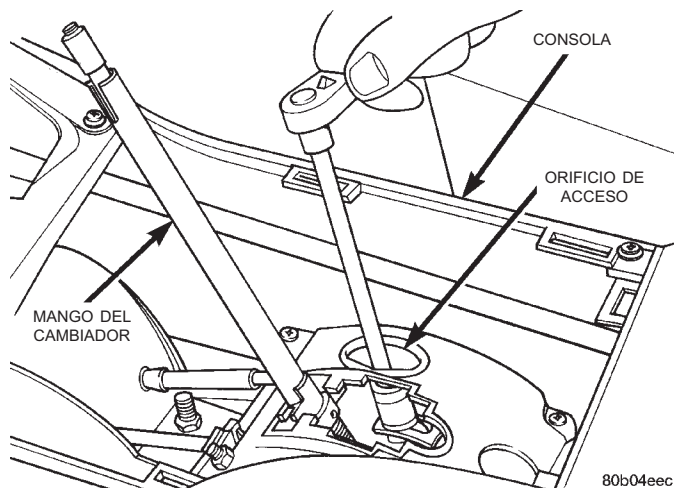
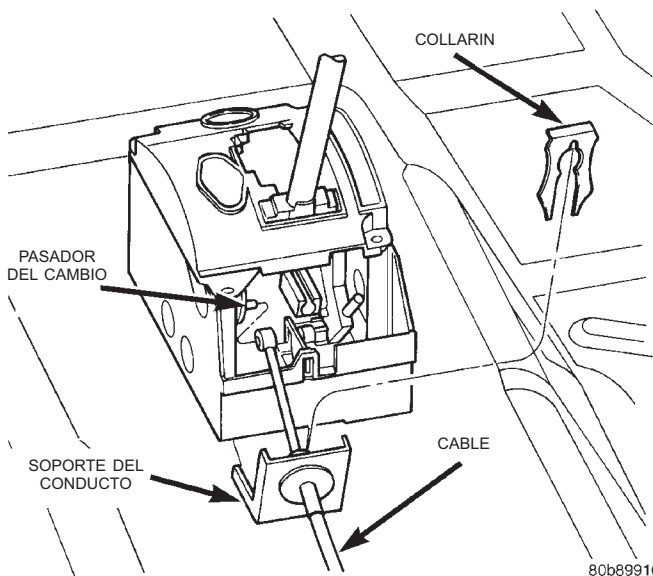

Fig. 12 Tuerca de la palanca de ajuste del cable de la palanca de cambios
Fig. 13 Cable de la palanca de cambios en el cambiador de suelo
- (9) Retire el tornillo de ajuste de la palanca de cambios y el pomo.
- (10) Retire la mitad trasera de la consola de suelo. Consulte el grupo 23, Carrocería.
- (11) Retire la mitad delantera de la consola de suelo. Consulte el grupo 23, Carrocería.
- (12) Afloje la tuerca de la palanca de ajuste del cable de la palanca de cambios (Fig. 12).
- (13) Con una alzaprima de hoja plana, retire el extremo del núcleo del cable del cambiador del pasador de la palanca de cambios (Fig. 13).
- (14) Con una alzaprima de hoja plana, haga palanca hacia arriba sobre el collarín del conducto del cable para extraerlo del soporte del cambiador.
Tire del conducto del cable hacia arriba y extráigalo del soporte (Fig. 13).
(5) Baje el vehículo.
(6) Conecte el cable al soporte del conducto del cambiador y al pasador del cambio. Instale el collarín de retención del cable (Fig. 13).
(7) Verifique que la palanca de cambios del transeje y la palanca del cambiador del suelo estén en la posición PARK.
(8) Apriete la tuerca del ajustador del cable (Fig. 12).
(9) Reinstale las consolas de suelo delantera y trasera.
(10) Instale el mango de la palanca de cambios.